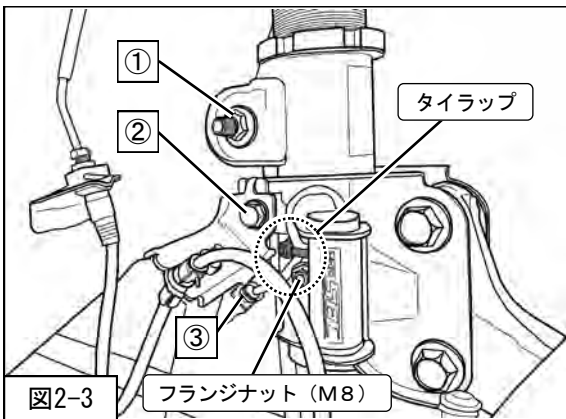

図2-3
- 5. フランジナット(M8)(締付トルク: 20N・m)を使用し、SECを取付けてください。(図2-3)
- 6. ③エレクトリックダンパーコネクタをSECに取付けてください。(図2-3)
- 7. タイラップを使用し、ハーネスをSEC本体に固定してください。(図2-3)
※SECを取付けない場合は、取外した③エレクトリックダンパーコネクタに防水を施し、ABSセンサハーネスにタイラップ等で固定してください。(図2-3)
- 8. ②ブレーキホースブラケット取付ボルト(締付トルク: 33N・m)スタビライザリンク
①スタビライザリンク取付ナット(締付トルク: 60N・m)を取付けてください。(図2-3)